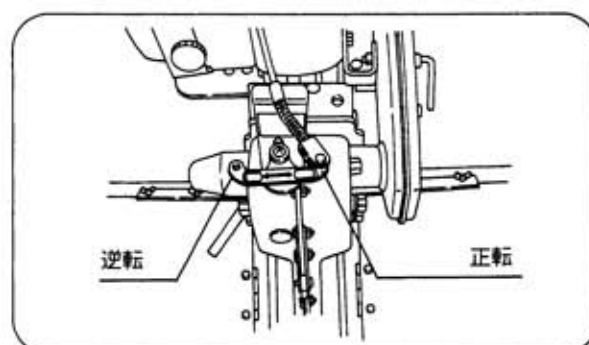

図18
- ① 逆転で作業のときは、クラッチワイヤを逆転に付替えてください。（図18）
- ① 逆転で作業のときは、クラッチワイヤを逆転に付け替えてください。（図18）